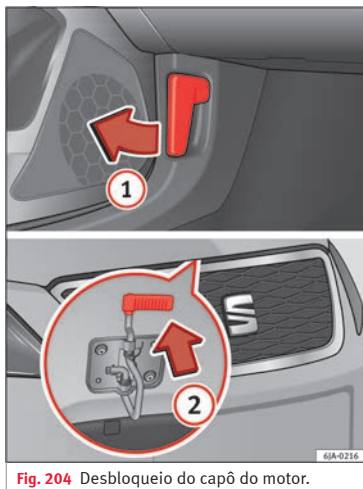

Fig. 204 Desbloqueio do capô do motor.
- Puxe o manípulo ① » Fig. 204 que se encontra debaixo do painel de instrumentos, no sentido indicado pela seta.
- Puxe a alavanca de segurança na direção da seta ② » Fig. 204, o capô desbloqueia-se.